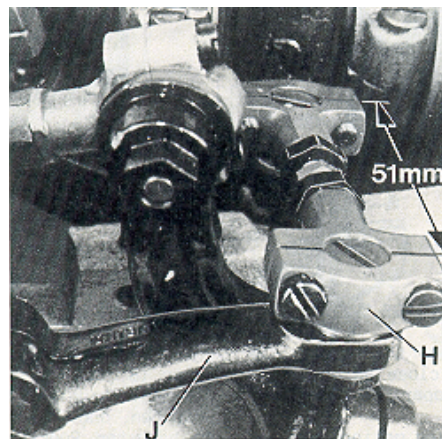
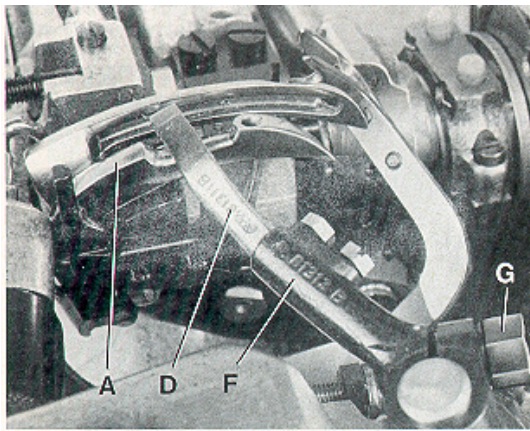
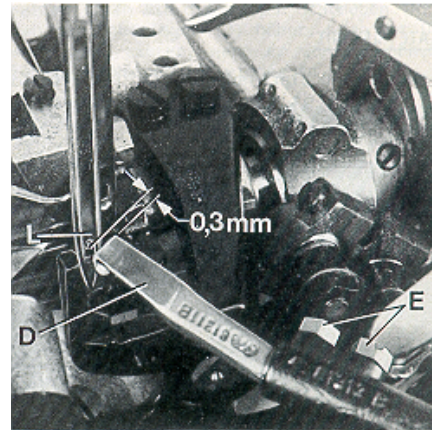

Fig.13
Fig.14
Fig.15
The distance (set at the factory) from center to center of the two ball joints driving the cross looper should be 51 mm (2") (see Fig. 13).
Basically the front ball joint (H, Fig. 13) should be positioned as far as it will go to the left in the fastening slot of the cross looper drive lever (J).
When rotating the handwheel in operating direction cross looper (D, Fig. 14) should swing as close as possible in the recess behind the eye over the double locked stitch looper (A) without contacting it.
At the left end of its swing motion cross looper (D, Fig. 15) must be positioned so that the left needle (L) securely stitches into the thread loop hanging around the hook of cross looper (D). In front of the left needle the cross looper should pass in a distance of 0.3 mm (.012") (see Fig. 15).
Der Abstand (im Werk eingestellt) von Mitte zu Mitte zwischen den beiden Kugelgelenken zum Antrieb des Quergreifers muß 51 mm betragen (siehe Fig. 13).
Standardmäßig soll das vordere Kugelgelenk (H, Fig. 13) so weit wie möglich nach links im Befestigungslangloch des Quergreifer-Antriebshebels (J) gestellt werden.
Beim Drehen des Handrades in Nährichtung soll der Quergreifer (D, Fig. 14) so dicht wie möglich in der Aussparung hinter dem Ohr über den Doppelkettenstichgreifer (A) schwenken, ohne diesen zu berühren.
Am linken Ende seiner Schwenkbewegung muß der Quergreifer (D, Fig. 15) so stehen, daß die linke Nadel (L) sicher in die um den Haken des Quergreifers (D) hängende Fadenschleife einsteicht. Vor der linken Nadel soll der Quergreifer in einem Abstand von 0,3 mm vorbeischnellen (siehe Fig. 15). Prüfen Sie dies wie folgt:
After loosening the two screws (E, Fig. 15) the 0.3 mm (.012") distance to the left needle is adjustable. Retighten screws on the flat of the cross looper shank. After loosening clamp screw (G, Fig. 14) cross looper lever (F) can be raised or lowered for setting the height of cross looper (D) with respect to the double locked stitch looper (A) and it can be tilted to the right or left for adjusting the swing motion of the cross looper with respect to the left needle. Retighten clamp screw. If required the length of the path of the cross looper swing motion can be reduced by positioning ball joint (H, Fig. 13) to the right in the fastening slot of the cross looper drive lever (J).
Nach Lösen der beiden Schrauben (E, Fig. 15) kann der 0,3 mm Abstand zur linken Nadel eingestellt werden. Ziehen Sie die Schrauben wieder auf der Befestigungsfläche des Quergreifers fest. Nach Lösen der Klemmschraube (G, Fig. 14) kann der Quergreiferhebel (F) nach oben oder unten verschoben werden, um die Höhe des Quergreifers (D) zum Doppelkettenstichgreifer (A) einzustellen und nach rechts oder links geschwenkt werden, um die Schwenkbewegung des Quergreifers in Bezug zur linken Nadel einzustellen. Ziehen Sie die Klemmschraube wieder fest. Bei Bedarf kann der Schwenkweg des Quergreifers durch Versetzen des Kugelgelenks (H, Fig. 13) im Befestigungslangloch des Quergreifer-Antriebshebels (J) nach rechts verkleinert werden.